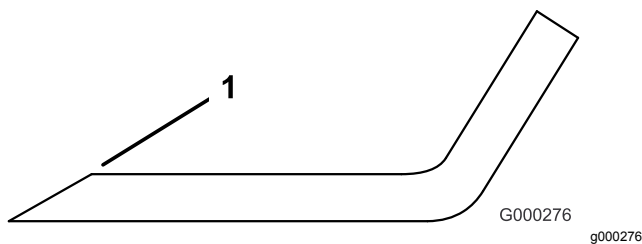

Bild 90
3. Prüfen Sie die Schnittkanten aller Messer und schärfen die Kanten, wenn sie stumpf sind oder Kerben haben (Bild 90).
Hinweis: Schärfen Sie nur die Oberseite der Schnittkante und behalten Sie den ursprünglichen Schnittwinkel bei, um die Schärfe des Messers zu gewährleisten (Bild 90). Das Schnittmesser bleibt ausgewuchtet, wenn von beiden Schnittkanten die gleiche Materialmenge entfernt wird.